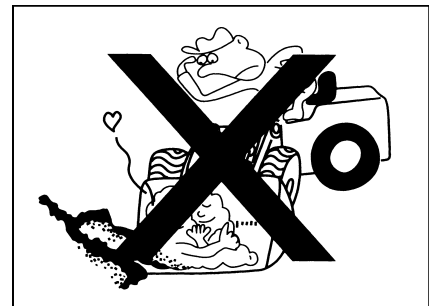

Рис. 1-50
- При плохом состоянии дороги и не стабильной погрузке следует осторожно управлять, избежать от коробления погруженного вещества(рис. 1-50). .